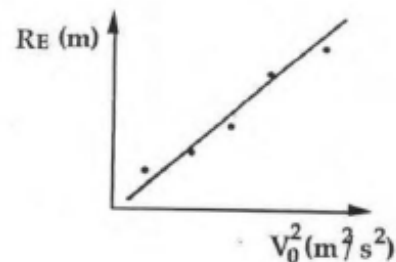

Figura 5.  $R_E$  contra  $V_o^2$
6. Con los datos de la tabla I, construya dos gráficas: una de  $R_E$  contra  $V_o$  y la otra de  $R_E$  contra  $V_o^2$ , como se indica en las figuras 4 y 5. En la segunda gráfica (figura 5) trace la recta que pase más cerca de los puntos experimentales.